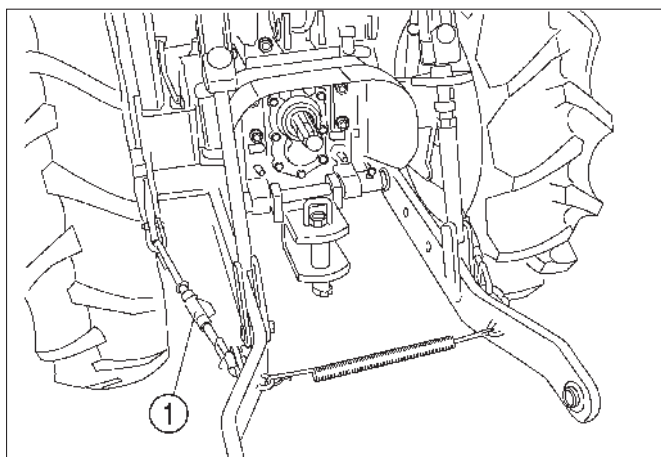

Fig. 57
FIG. 57: Il faut limiter le mouvement latéral de certains équipements. La chaîne de sécurité (1) à chaque bras inférieur doit être réglée de manière uniforme pour réduire le mouvement latéral. Évitez cependant d'éliminer tout jeu latéral sous peine d'endommager la chaîne ou le bras inférieur.